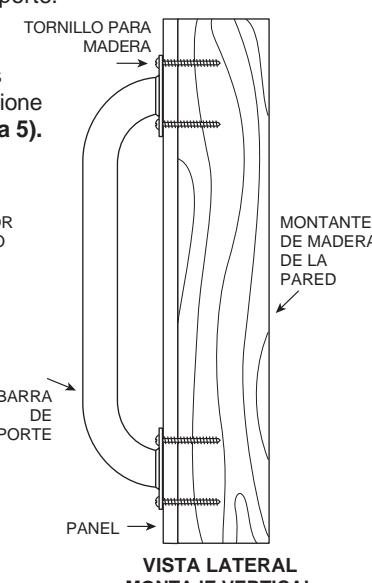

Figura 3
10. Inserte los tornillos para madera provistos dentro de un extremo de la barra de soporte. Atornille en la pared y en el montante de pared (**APRIETE A MANO ÚNICAMENTE**) (vea la Figura 3).